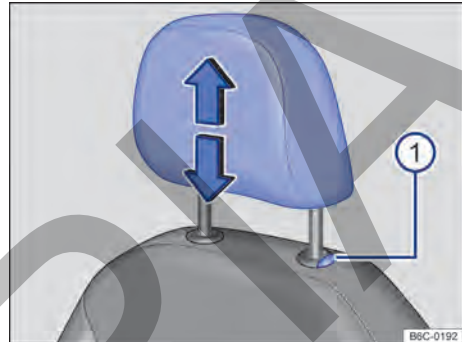

Fig. 66 Apoyacabezas delantero: ajustar.
- Mover el apoyacabezas hacia arriba o hacia abajo, en el sentido de la flecha, presionando el botón → fig. 66 ⓘ → ⚠ en *Introducción al tema* de la pág. 80